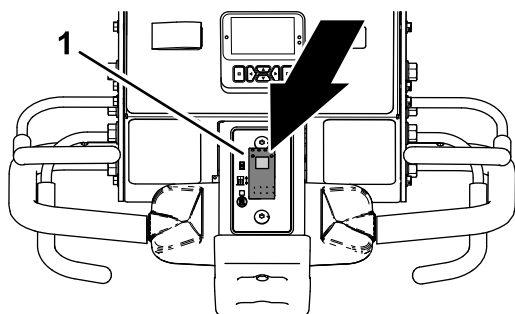

図 82
1. 降下コントロールスイッチ 図 82 の上部を押して 遅延あり降下位置にする。